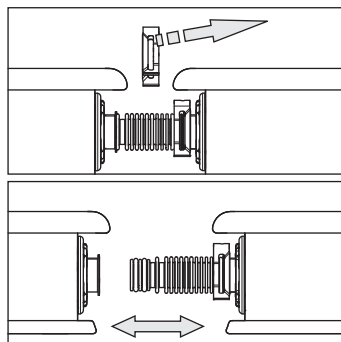
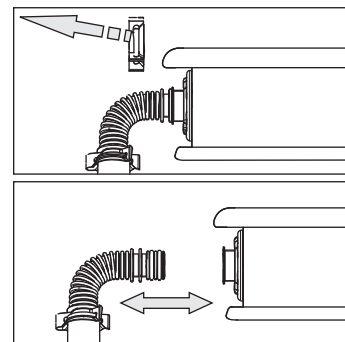

Bild 3-43 Arbeitsschritt 1
Bild 3-44 Arbeitsschritt 2
1. Halteklammern aus Rastposition drücken und abziehen (Bild 3-43 und Bild 3-44).
2. Anschlussbögen abziehen (Bild 3-44).